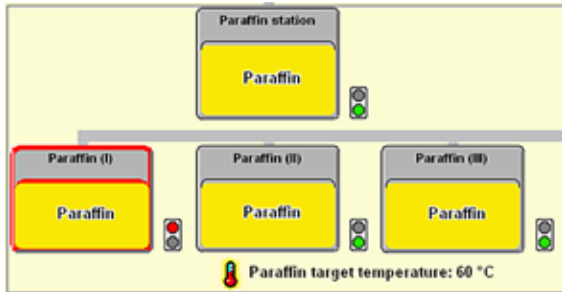

Fig. 42
- Se um banho de parafina foi retirado, isso é indicado por uma borda vermelha (Fig. 42) e por um sinal luminoso ao lado do respectivo banho fica vermelho. Os sinais luminosos também ficam vermelhos se a temperatura configurada não for alcançada ou o tempo de fusão ainda não chegou ao fim.